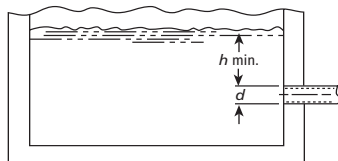

Figure 2
3.6. Le diamètre ( $d$ ) et la hauteur d'immersion minimale ( $h$  min.) de l'entrée du tuyau d'aspiration doivent être suffisants pour empêcher l'aspiration d'air par vortex (v. figures 2 à 5).